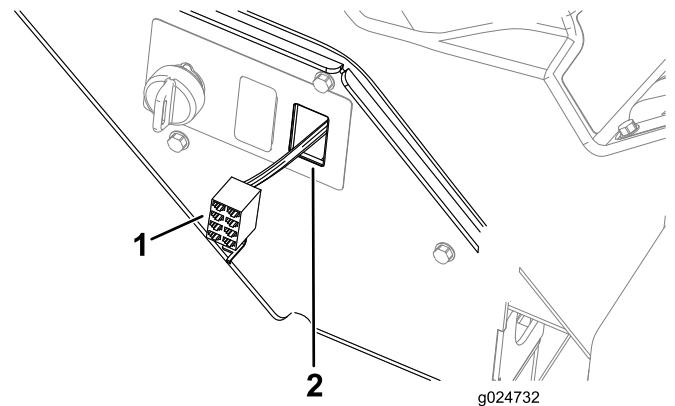

Figura 43
2. Enrute el conector hembra de 8 vías del arnés de cables a través del orificio de la chapa de montaje de la consola lateral (Figura 43).